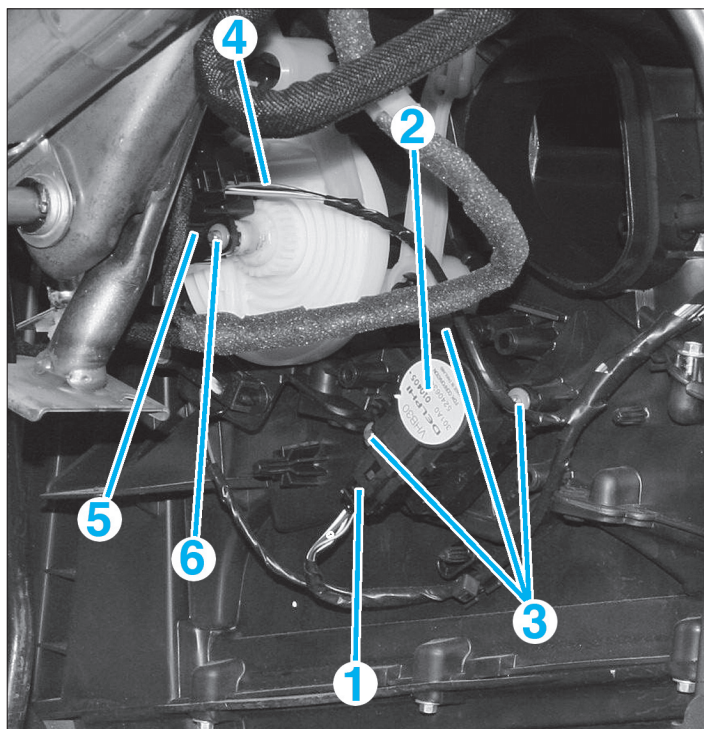
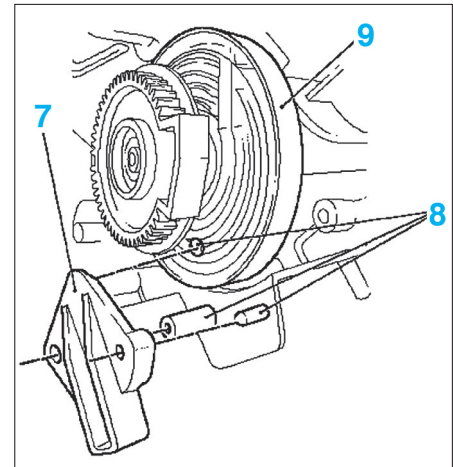

FIG. 15
FIG. 16
- Débrancher le connecteur (1) du moteur (2) de mixage d'air (fig. 15).
- Déposer les trois vis de fixation (3) du moteur et le déposer.
- Débrancher le connecteur (4) du moteur (5) de mixage d'air (fig. 15).
- Déposer les trois vis de fixation (6) du moteur et le déposer.
- utiliser l'outil de centrage (7) fourni pour remonter le moteur de répartition d'air (fig. 16).
- monter l'outil (7) sur les goujons de centrage (8) (tourner la bague (9) pour se trouver en face de l'outil).